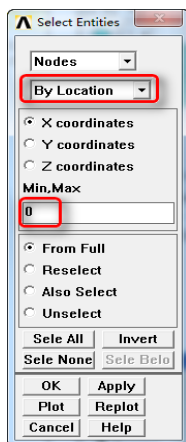

图 10-26 “Select Entities”对话框
①选择 X 坐标为 0 的节点: Utility Menu > Select > Entities, 弹出如图 10-26 所示的“Select Entities”对话框, 在第二个下拉列表框中选中“By Location”项, 选中其下的“X coordinates”单选按钮, 在“Min, Max”文本框输入“0”, 单击“OK”按钮。
③选择 Y 坐标为 0 的节点: Utility Menu > Select > Entities, 弹出如图 10-26 所示的对话框, 在第二个下拉列表框中选中“By Location”项, 选择“Y Coordinates”单选按钮, 在“Min, Max”文本框中输入 0, 单击“OK”按钮。
⑨选择 Z 坐标为 0 的节点: Utility Menu > Select > Entities, 弹出如图 10-26 所示的对话框, 在第二个下拉列表框中选“By Location”项, 选中“Z Coordinates”单选按钮, 在“Min, Max”文本框中输入 0, 单击“OK”按钮。
⑪选择 Z 坐标为 H 的节点: Utility Menu > Select > Entities, 弹出如图 10-26 所示的对话框, 在第二个下拉列表框中选“By Location”项, 选中“Z Coordinates”单选按钮
③选择 Z 坐标为 H 的节点: Utility Menu > Select > Entities, 弹出如图 10-26 所示的对话框,单击选择第二个下拉式选择栏选中“By Location”项,在“X, Y, Z”坐标单选项中选择“Z Coordinates”,在“Min, Max”下的输入栏中输入“H”,单击“OK”按钮。
④删除电压载荷约束: Main Menu > Solution > Define Loads > Delete > Electric > Boundary > Voltage > On Nodes, 弹出一个拾取框,单击“Pick All”按钮。